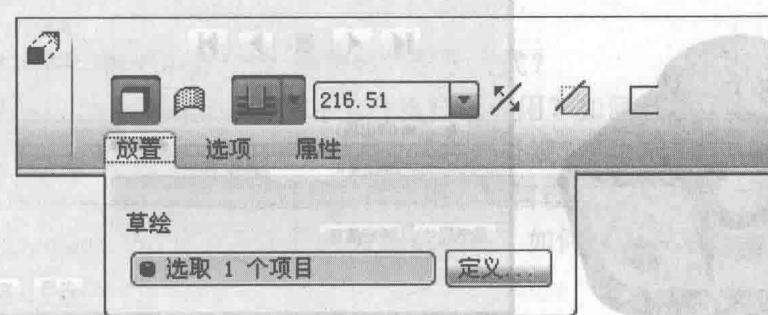

图 1-1 【拉伸】工具操控板
- 单击【基础特征】工具栏上的【拉伸】工具按钮 或选择【插入】菜单→【拉伸】菜单项，Creo Elements/Pro 将弹出如图 1-1 所示的拉伸工具操控板。